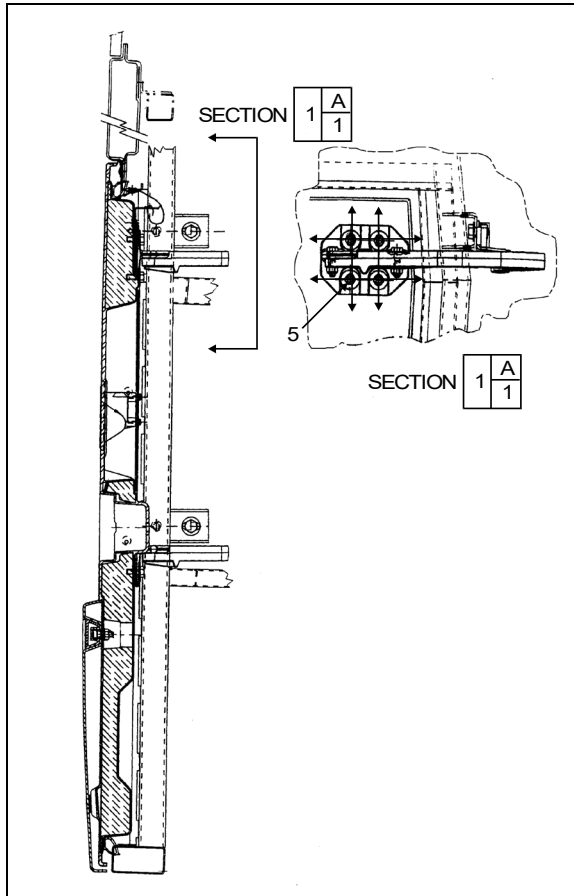

FIGURE 78: PORTE DU COMPARTIMENT DE SERVICE
7. Desserrer les vis (5, Figure 78) pour pouvoir déplacer la porte vers le haut ou le bas.